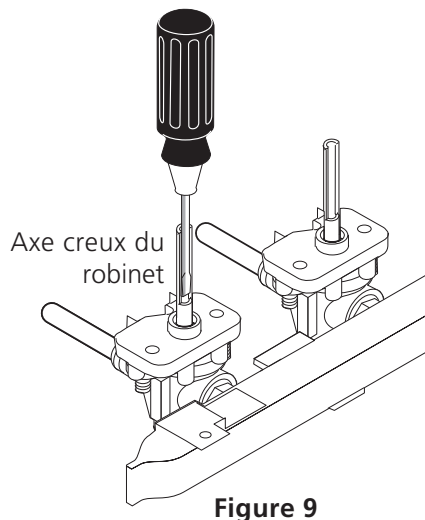

Figure 9
4. Réglez la position LOW ou SIMMER (Figure 9)